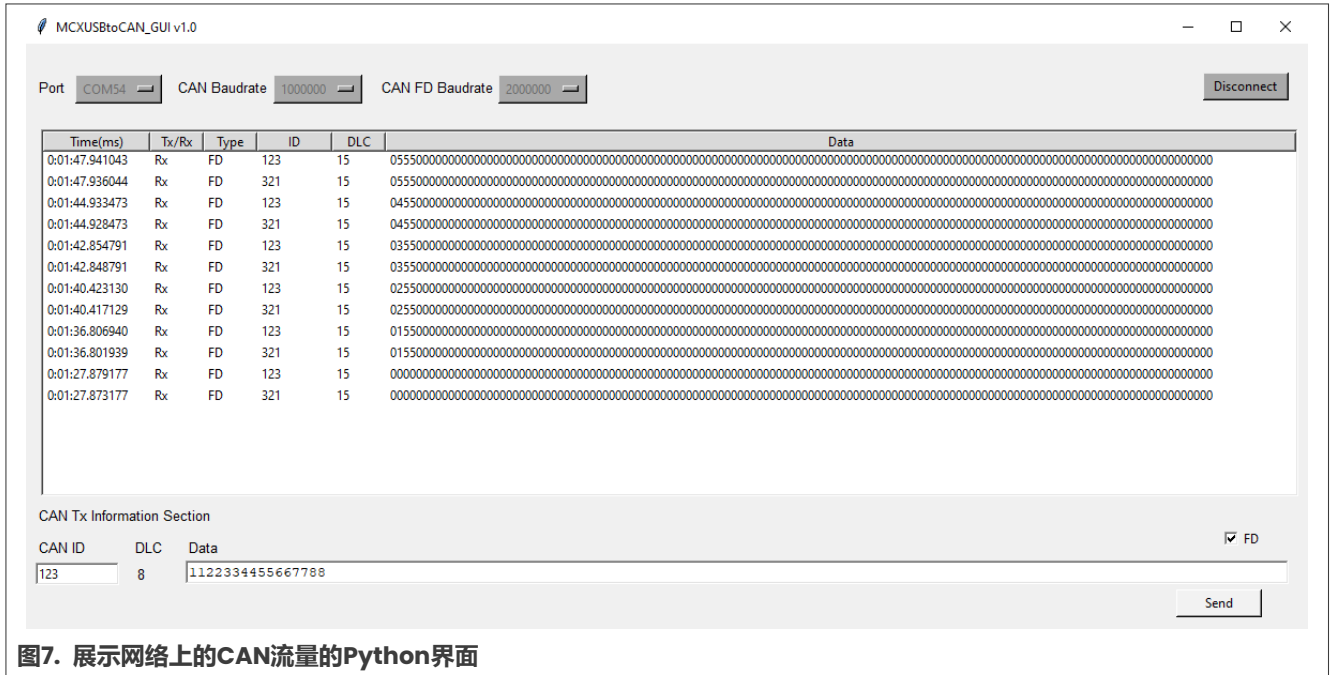

图7. 展示网络上的CAN流量的Python界面
6. 在CAN网络上开始传输数据，并检查在窗口区域显示的CAN流量。见图7。